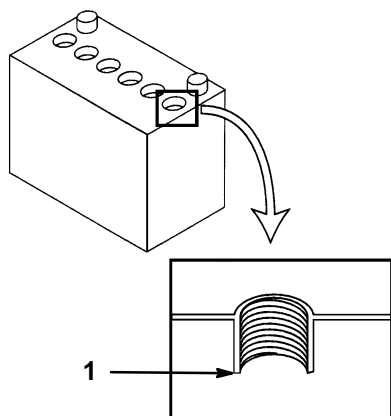

Figure 52
3. Soulever et retirer le couvercle pour voir l'intérieur des éléments. L'électrolyte doit arriver jusqu'au bas des tubes (Fig. 52). Ne pas laisser le niveau de l'électrolyte descendre en dessous du sommet des plaques.
2. Soulever le couvercle des éléments et le déposer (Fig. 52).
3. Verser lentement de l'eau distillée dans chaque élément de la batterie jusqu'à ce que le niveau arrive au bas du tube (Fig. 52).